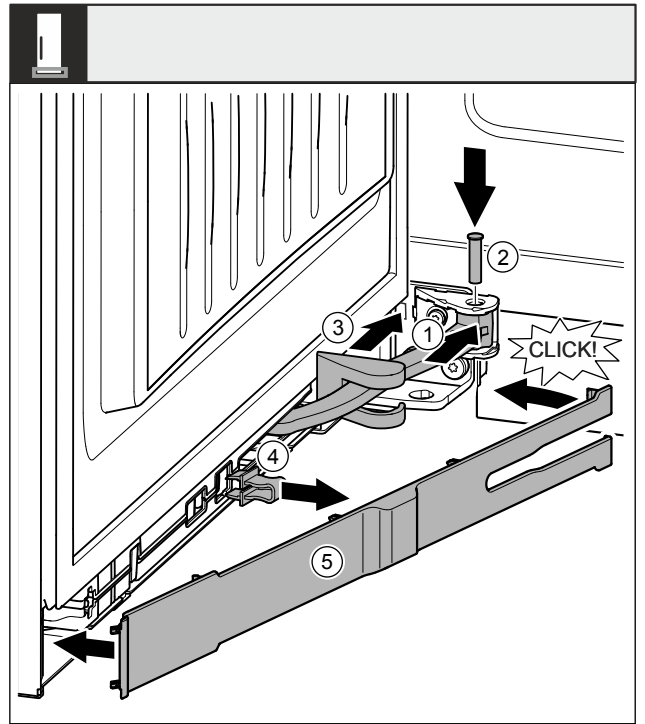

Fig. 54
- ▶ 将铰链 Fig. 54 (1)旋转至悬挂装置。
- ▶ 用螺丝刀将螺栓 Fig. 54 (2)插入悬挂装置和铰链。同时注意止动凸轮需正确地处于凹槽中。
- ▶ 沿着铰链推动托架盖 Fig. 54 (3)，并将其安装到悬挂装置上。
- ▶ 取下保险装置 Fig. 54 (4)。
- ▶ 将隔板 Fig. 54 (5)放上并转入把手侧。